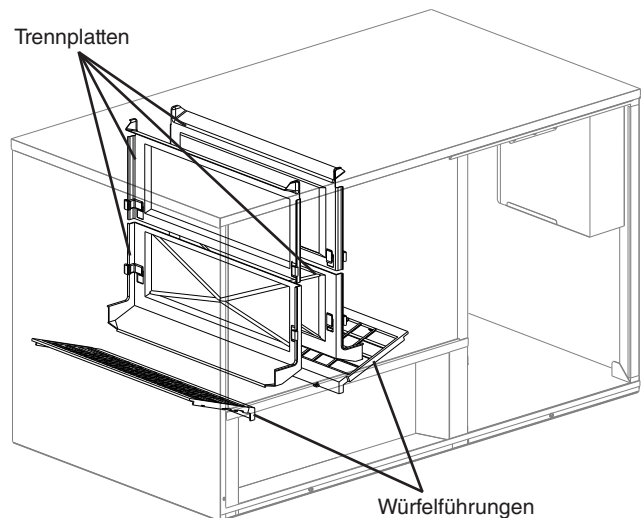

Abb. 19
- 4) Wurden Versandkarton, Klebebänder und Verpackungsmaterial vom Eisbereiter entfernt? Sind die Würfelführungen an den richtigen Positionen? Siehe Abb. 19. Sitzen die Trennplatten zwischen den Verdampferbänken richtig in ihren Halteklammern?